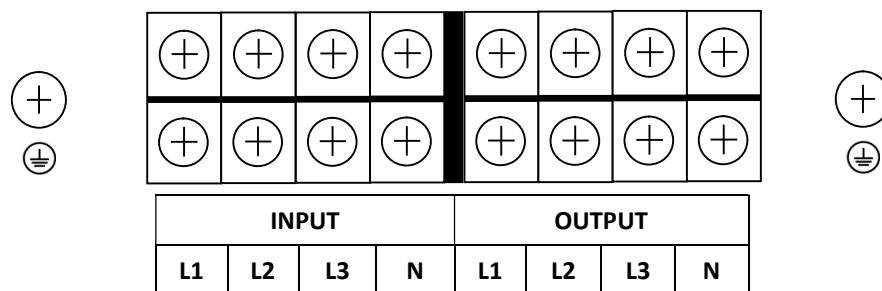

Figura 9 - Morsettiera d'Ingresso/Uscita per Stabilizzatori Trifase
- 2.1. Togliere/aprire il pannello metallico di accesso alla morsettiera. La morsettiera d'Ingresso/Uscita è illustrata in figura 9. Tutti i cavi devono arrivare alla morsettiera entrando dagli appositi fori sullo stabilizzatore. Nei modelli con potenza superiore a 75 KVA la morsettiera è dietro la portella laterale.
- 2.2. Procedere al collegamento della linea d'Ingresso **AC INPUT (FASE 1, FASE 2, FASE 3, NEUTRO e TERRA)**, facendo attenzione alla corretta polarità e alla corrispondenza con la figura 9, come spiegato sotto:
- 2.3. Collegare la linea d'Uscita **AC OUTPUT (FASE 1, FASE 2, FASE 3, NEUTRO e TERRA)**, facendo attenzione alla corretta polarità e alla corrispondenza con la figura 9, come spiegato sotto: